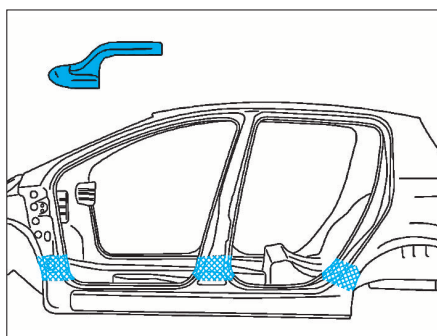

FIG. 87
- Faire un étamage selon (Fig.87).